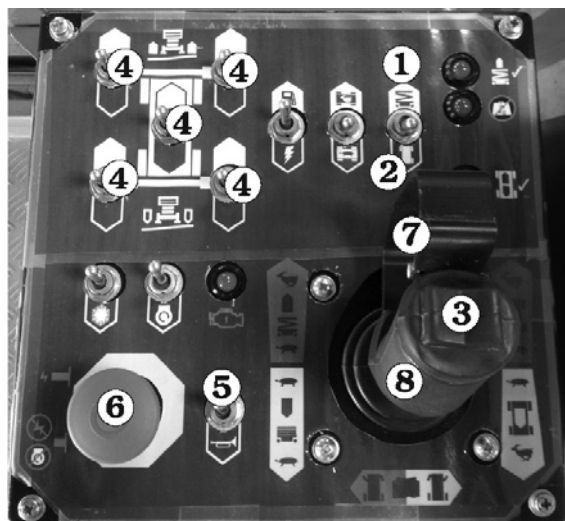

Fig. 7.28 - Plattformens manövrer
Kontrollera alla funktionerna lyft ①, körning ②, styrning ③ och stödben ④ fungerar från plattformens manöverbox och kontrollera att de ger önskade rörelser (se Fig. 7.28). (för korrekt manövrering se kapitlet "Manövrering").
Aktivera manöverbrytaren ⑤ för signalhornet (se Fig. 7.28) för att se att det fungerar.
Var speciellt uppmärksam på Nödstopsbrytaren ⑥ för att se att den stänger av motorn då den trycks in (se Fig. 7.28).
Var speciellt uppmärksam på Dödmansgreppet ⑦ för att se att det sätter joystickens ur funktion då det släpps (se Fig. 7.28).